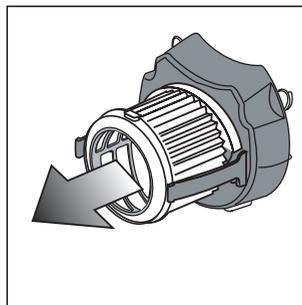

Fig. 18
- Extraiga a continuación el filtro HEPA* lavable (fig. 18).